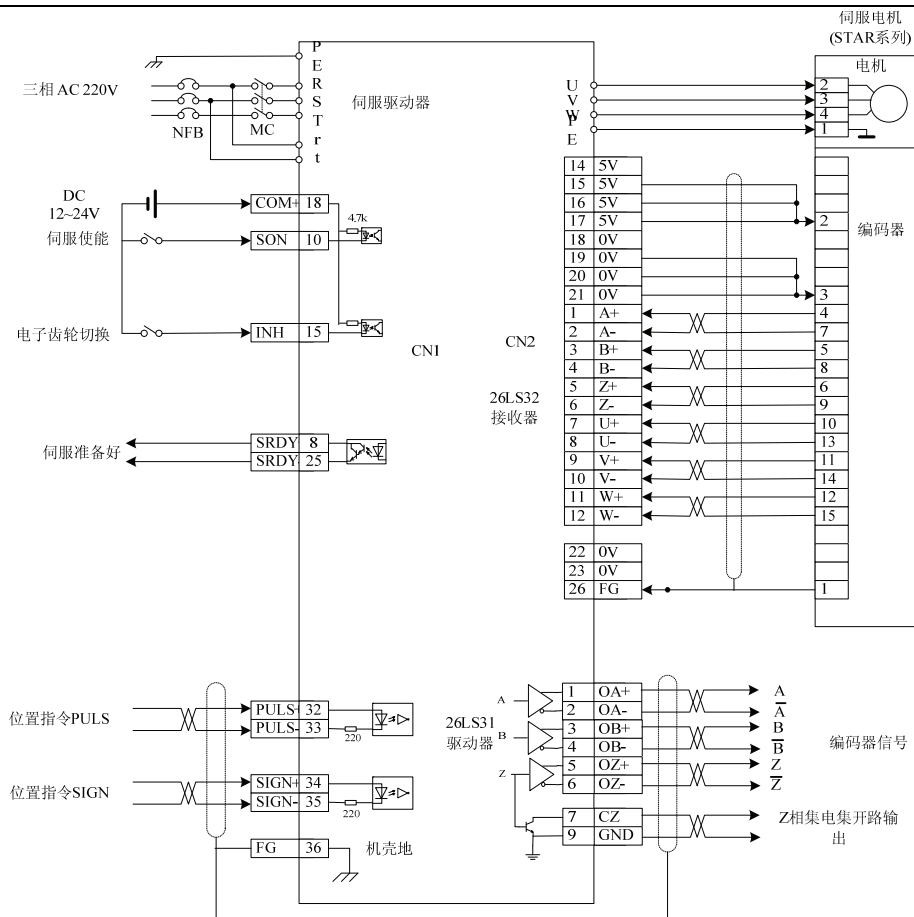

图 7.11 动态电子齿轮使用接线图
- 按图 7.11 接线，主电路端子，三相 AC 220V 接 R、S、T 端子。